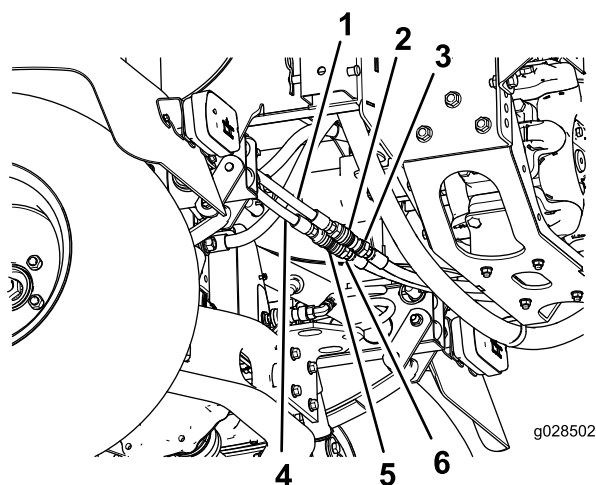

Figura 9
1. Montate un accoppiatore rapido femmina sull'estremità maschio del flessibile idraulico proveniente dalla valvola della barra di sollevamento (Figura 9).
3. Collegare i flessibili idraulici agli accoppiatori ad attacco rapido, come illustrato nella Figura 9.